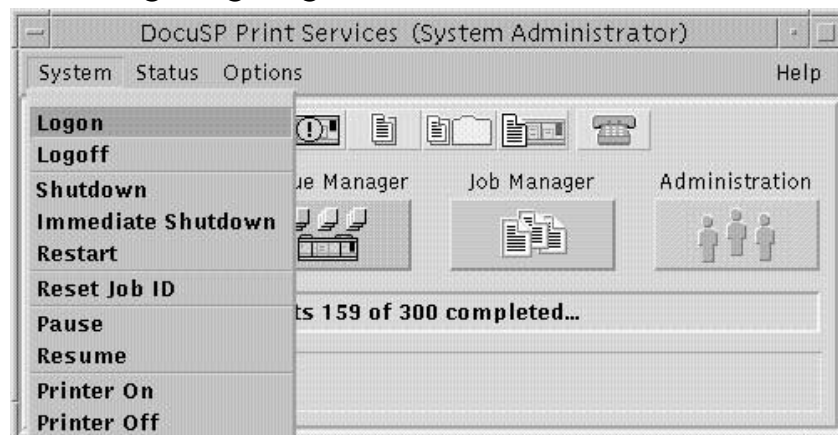

Abbildung 1-2: Das Menü Systemoptionen
- b) Ziehen Sie das Systemmenü herunter, und wählen Sie **Logon** wie in Abbildung 1-2 gezeigt.